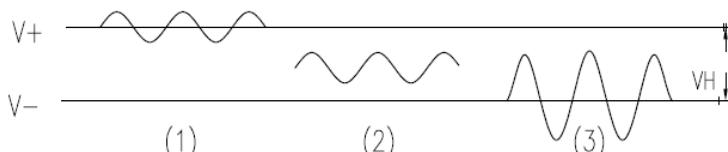

図 3 シュミット回路が動作しなし状態
この 2 つの電圧差  $V_H = (V+) - (V-)$  は、ヒストリシス電圧と呼ばれます。しかし、 $V+$  と  $V-$  の両方が応答しないと出力が得られず、シュミット回路は、図 3 の (1) (2) と (3) のように動作しません。